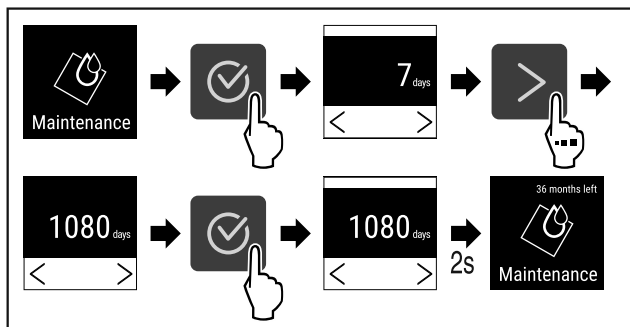

Fig. 74
- ▶ Suorita toimenpidevaiheet (katso Fig. 74).